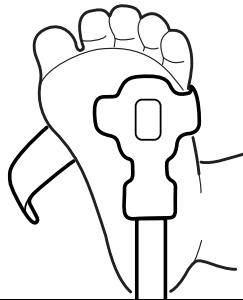

Fig. 4a
2. Se reporter à la **fig. 4a**. Orienter le câble du capteur de façon à ce qu'il soit dirigé vers la direction opposée au patient ou soit disposé le long de la plante du pied. Appliquer le détecteur sur la partie charnue de la plante du pied en l'alignant avec le quatrième orteil. Il est également possible de l'appliquer sur le dessus du pied.